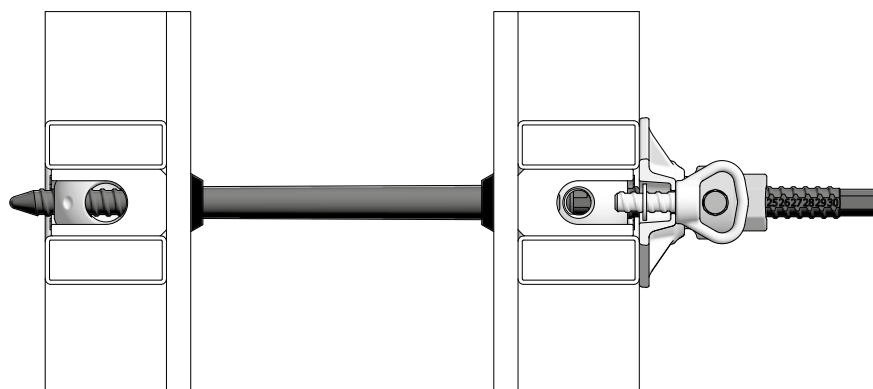

Fig. 16.2
- Ancrage unilatéral avec tige conique XT 20 ou 23 (Fig. 16.2) sans entretoise